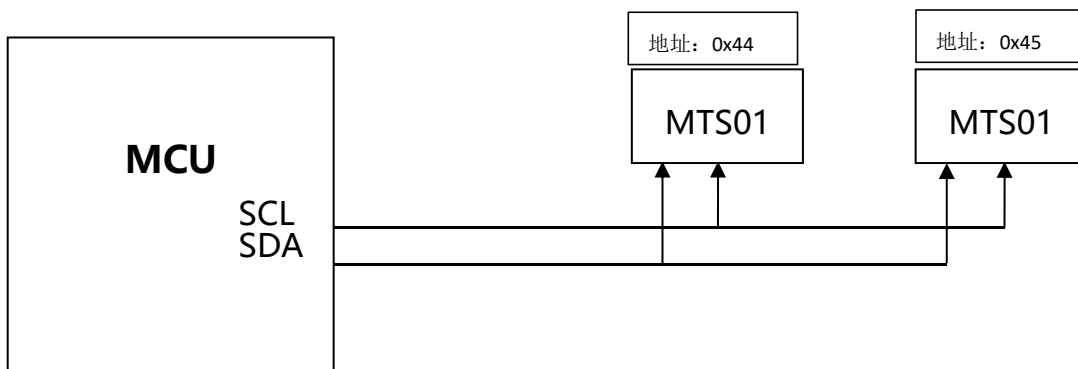

图 8: 两个不同地址 MTS01 应用示意图
2) MTS01 地址可根据 addr 引脚选择 0x44/0x45, 若需要同时驱动两颗 MTS01 芯片, 直接将两颗芯片 addr 一个接高一个接低即可, 具体如图 8 所示。